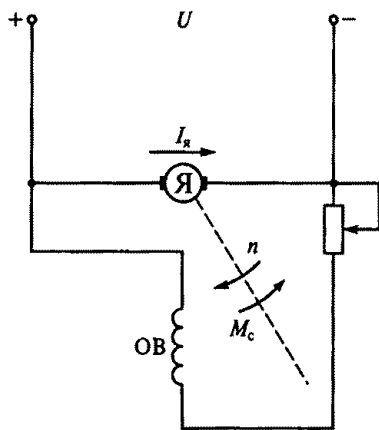

Рис. 252
10.58.Р. Как изменятся ток якоря $I_я$ и частота вращения n двигателя (установившиеся значения) в схеме на рис. 252, если при неизменном моменте нагрузки M_c на валу двигателя передвинуть движок реостата вниз?